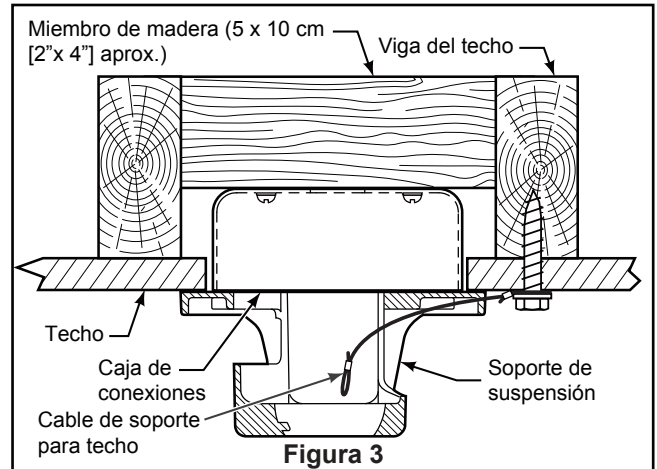

Figura 3
3. Afloje los dos tornillos de fijación del soporte del barral de soporte para techo a través de la varilla. Introduzca los cables de color negro, blanco, azul cables y cable de seguridad a través de la varilla. (Figura 3)
1. Perfore un orificio de 1/4" en la estructura del edificio para evitar grietas con la instalación del tornillo de intervalo. Utilice el tornillo de intervalo de 3/8"x 2" y la arandela plana para fijar el cable de seguridad a la viga del techo o a la estructura de madera. Dicho tornillo pasará a través de arandela plana, la presilla del cable de seguridad y se fijará en la estructura del edificio. (Figura 3)
**NOTA:** el cable de soporte para techo no se puede asegurar solamente a la caja de conexiones; se debe asegurar directamente a la viga de techo o miembro estructural con el tornillo de cabeza cuadrada de 3/8"x2" y la arandela plana. (Figura 3)